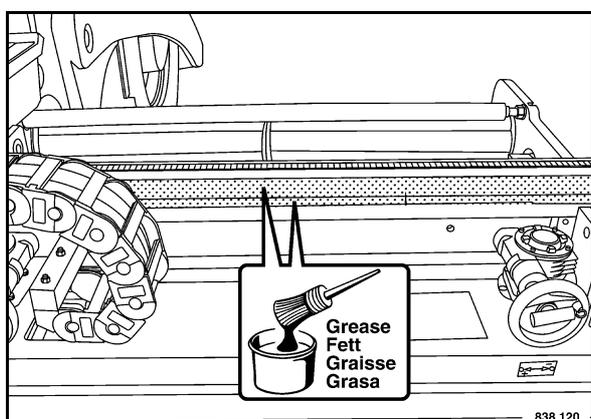

Fig. 170
- Pulire i piani di scorrimento davanti (Fig. 170) e dietro e ingrassarli.